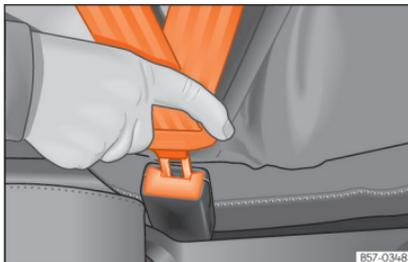

Fig. 10 Inserir a lingueta do cinto de segurança no fecho correspondente.
- Encaixe a lingueta no fecho do respetivo banco »» Fig. 10.